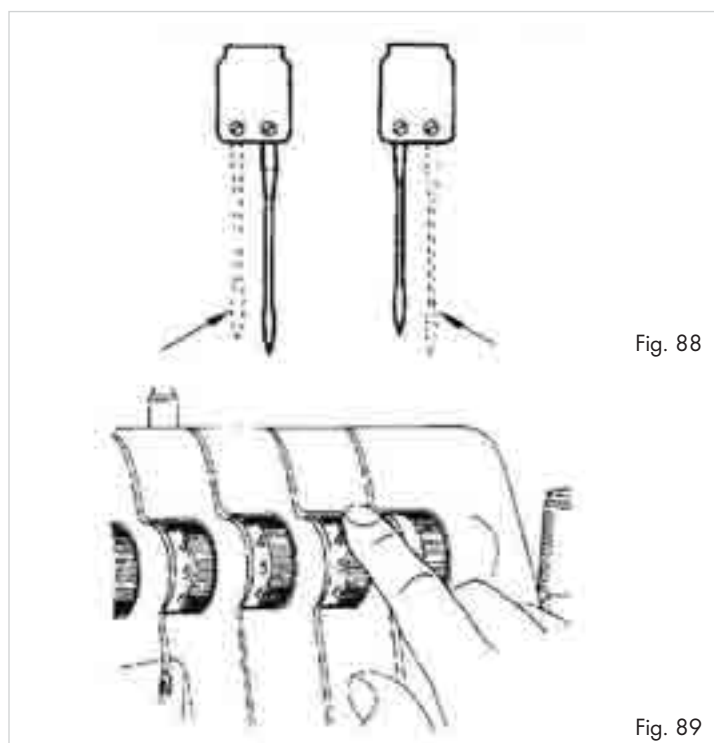

Fig. 88
1. Îndepărtați acul drept, resp. pe cel stâng (fig. 88).